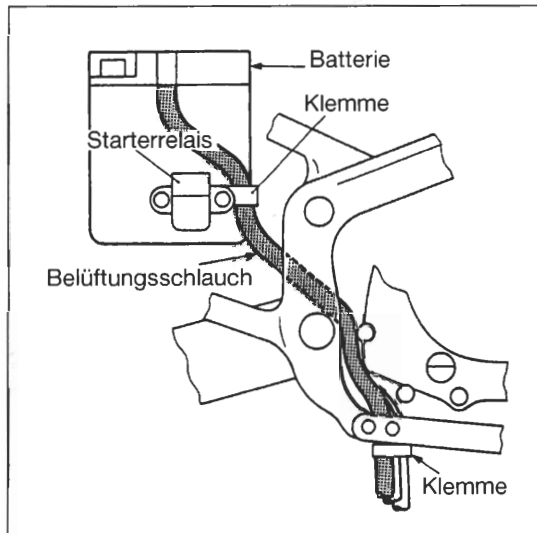

Bild 65
- Auf richtige Verlegung des Batterie-Entlüftungsschlauchs achten (Bild 65).